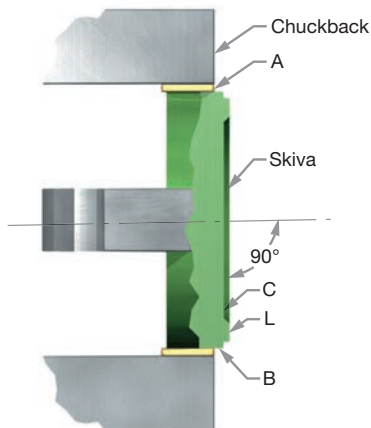

Bild 27: Standard skivsätetsyta
Maskinbearbeta standardskivans sätesyta (se bild 27) enligt följande:
- Håll skivan (6) i en fristående chuck med fyra käkar (eller spännhylsa om tillämpligt) och använd en bit mjukt material, t.ex. koppar eller fiber, mellan käftarna och skivan (se bild 27).
- Rikta upp skivan (6) så att ytorna markerade med B och C stämmer inom 0,001" (0,025 mm) på totalindikatorns avläsning (se bild 27).
- Kassera skivan om minimimåttet N eller T (bild 32a, 32b, 32c och tabell 5a och 5b) uppnås. Återställ inte yta C (se bild 27).